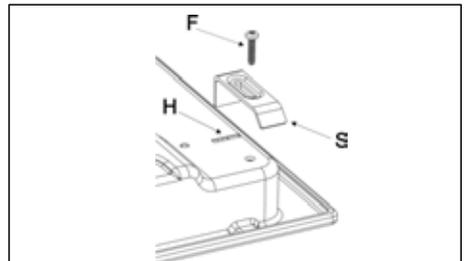

FIG.5
"F" de fixação (vide a fig. 5).
- Bloqueie com a proteção "S", tendo cuidado para introduzir a parte sobresalente na ranhura "H" localizado na parte inferior e aperte o parafuso "F" até que a proteção "F" chegue ao topo. (fig. 5).